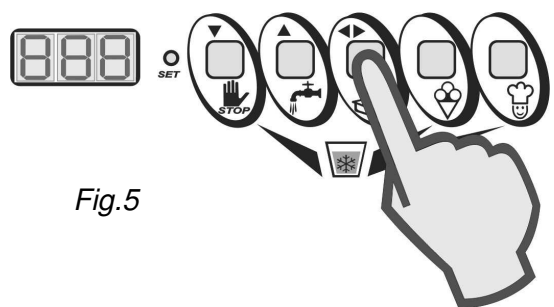

Fig.5
- Appuyer la touche CONFIRMATION (◀▶) pour valider la nouvelle donnée et quitter la programmation (fig. 5).